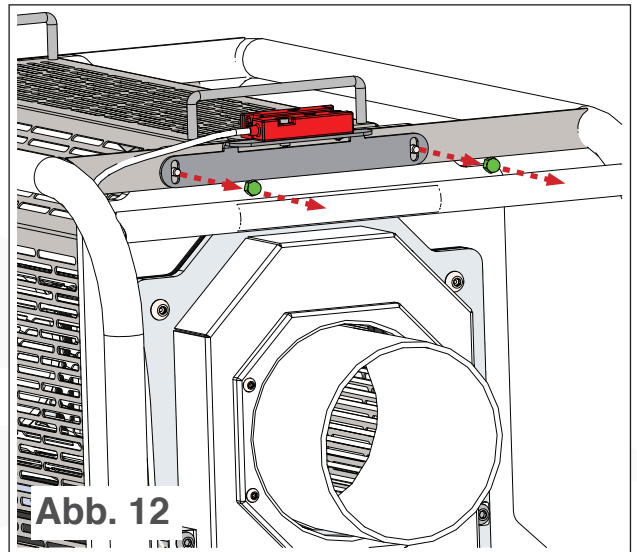

Abb. 12
- Entfernen Sie die Trichterschrauben von einer Seite des T2 (siehe Abb. 12).